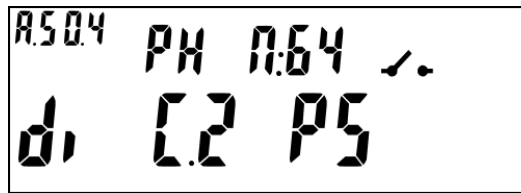

Рисунок 203 – РУН в состоянии «разомкнуто»
- Вариант 2: (см. рисунок 203)
6.9.13.6 На ЖКИ в группе «4» во втором кадре отображено (см. рисунок 203):